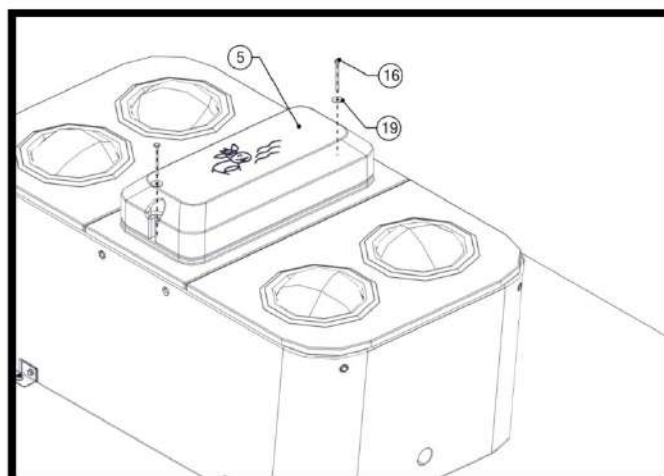

Рис.21
18) Установите крышку центрального отсека поз.5 и зафиксируйте ее болтами поз.16 с шайбами поз.19, так как показано на рис.21.